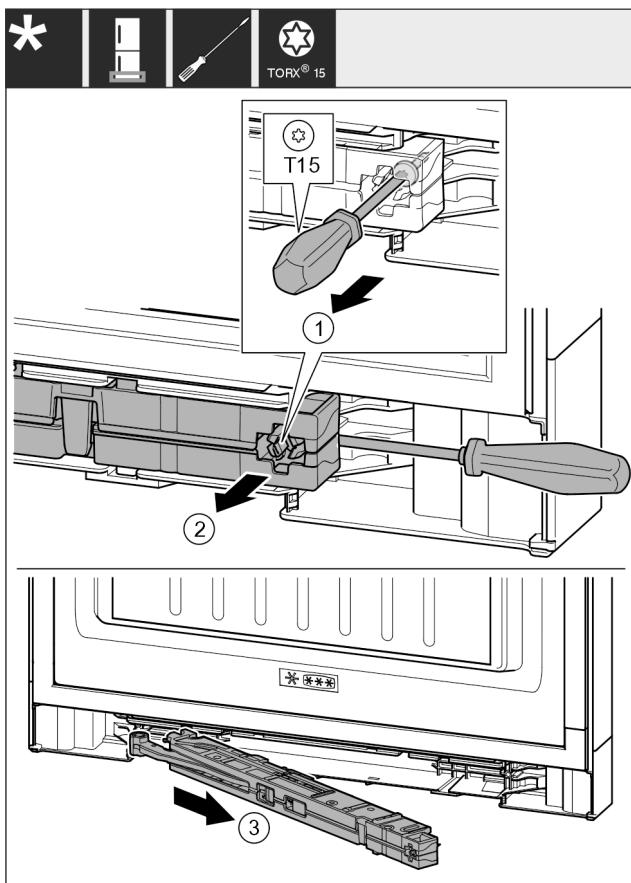

Fig. 19
- Schraube Fig. 19 (1) an Schließdämpfereinheit mit Schraubendreher 14 mm (9/16 in) lösen.
- Schließdämpfereinheit Fig. 19 (2) griffseitig nach vorne aushebeln.
- Schließdämpfereinheit Fig. 19 (3) herausziehen.